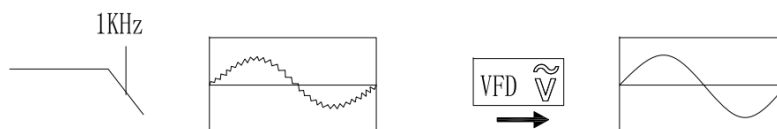

Figure 6
- 4) Dans la plage de tension AC, la fonction de filtre passe-bas du VFD peut être sélectionnée en appuyant sur SELECT pour mesurer le signal sinusoïdal composite généré par le variateur et le moteur du variateur, comme illustré ci-dessous (Figure 6).